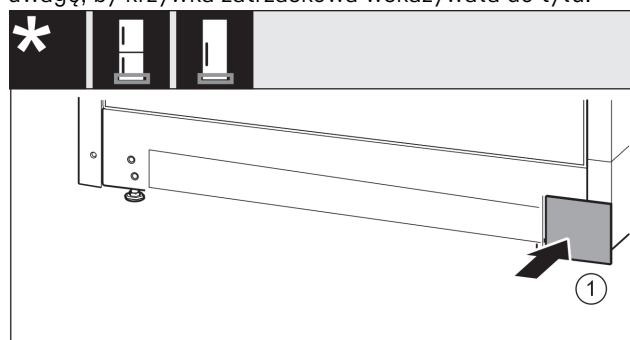

Fig. 18
- Założyć ponownie osłonę Fig. 18 (1) z drugiej strony.